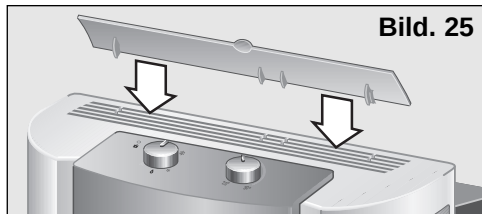

Bild. 25
- ☐ Lyft upp luftflödesriktaren på apparatens ovansida. På modellen **PAM0530** är denna luftflödesriktare inte förinstallerad. Se **bild 25** i 26 kapitlet "Värme".
- ☐ Lyft upp luftflödesriktaren som finns på apparatens översida. På modell **PAM0530** är denna riktare inte förinstallerad på apparaten. Se **Bild 25** och **26** i kapitlet som behandlar apparatens värmefunktion.